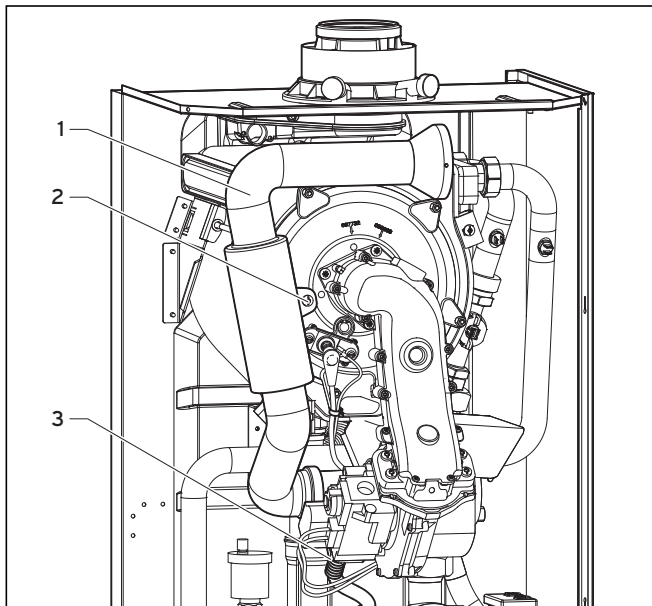

Fig. 10.1 Smontaggio tubo di aspirazione dell'aria
- Inserire il tubo di aspirazione dell'aria nel bocchettone di aspirazione e fissare il tubo con la vite di tenuta (2, fig. 10.1).